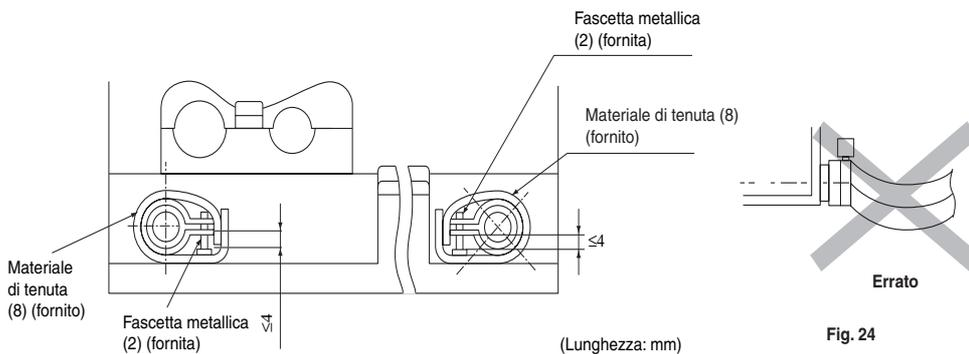

Fig. 24
- Non piegare il tubo di scarico all'interno dell'unità interna. (Vedere Fig. 24)